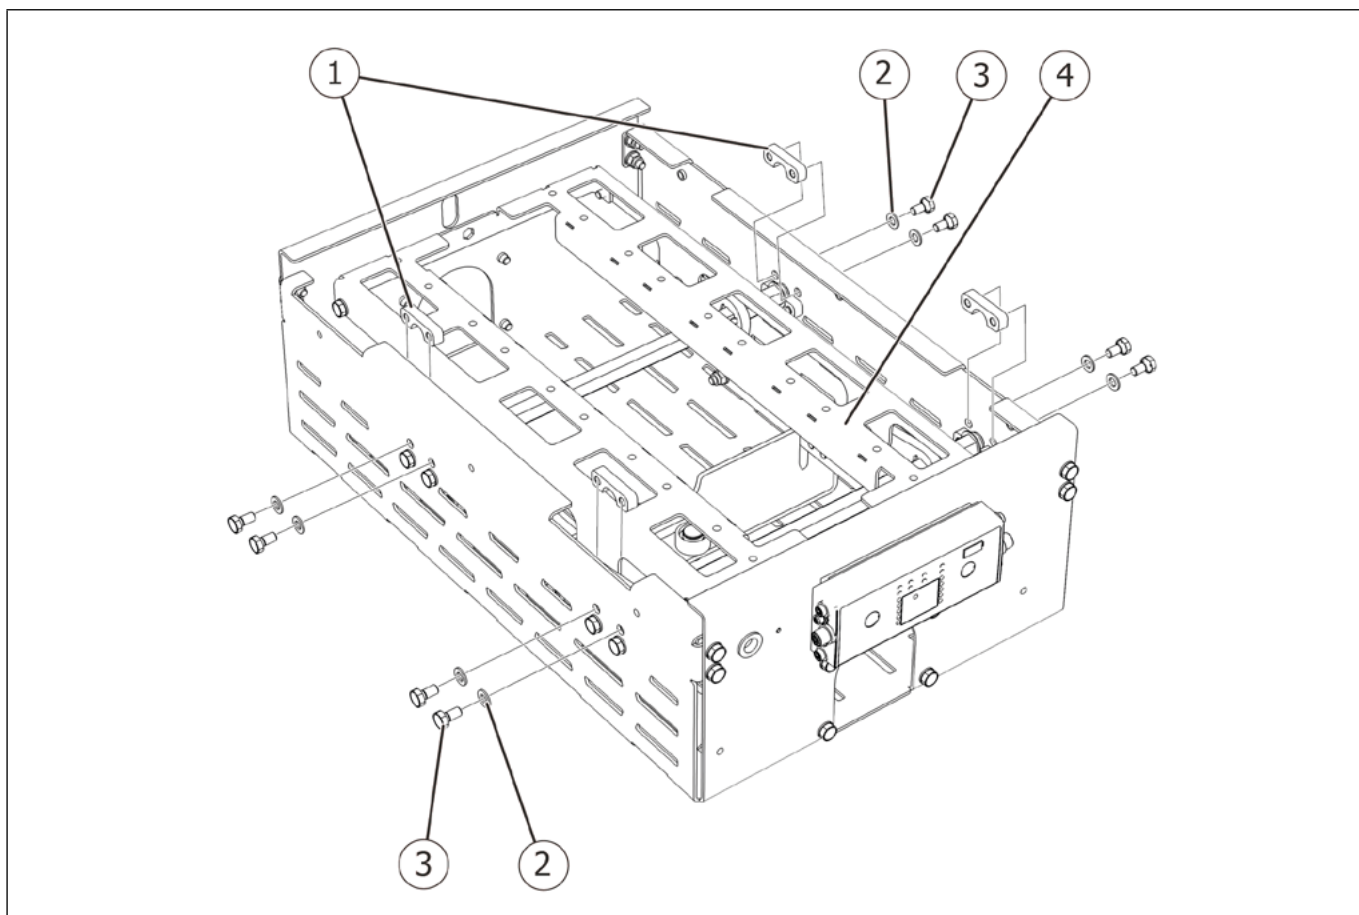

Fig. 14
1. Desserrer les vis à tête hexagonale (Fig. 14/3), retirer les rondelles (Fig. 14/2) et les pincettes de roulement (Fig. 14/1).
2. Soulever avec précaution l'ensemble du mécanisme de levage (Fig. 14/4) vers le haut pour le sortir du boîtier du module.
5. Soulever avec précaution le mécanisme de levage (Fig. 14/4) dans le boîtier du module et insérer les coussinets sur les extrémités de l'arbre dans les pinces de roulement sur le boîtier.
6. Mettre en place les pinces de roulement (Fig. 14/1) et les visser avec les vis à tête hexagonale (Fig. 14/3) et les rondelles (Fig. 14